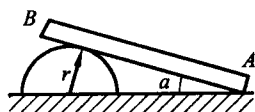

图 2.19
15. 如图 2.19 所示, 均质杆 AB 长 $2b$, 重 P , 放在水平面和半径为 r 的固定圆柱上。设各处摩擦因数都是 f , 试计算杆处于平衡时 a 的最大值。